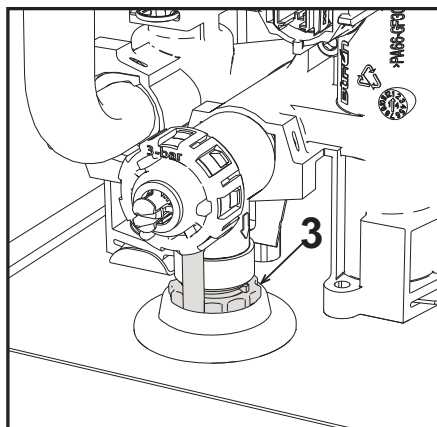

fig. 17
Draai de ringmoer (ref. 3 - fig. 17) linksom om de kraan te openen en de installatie af te tappen. Gebruik geen gereedschappen en werk alleen met uw handen.